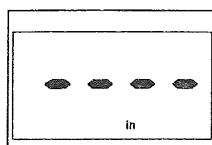

図 2-22
- ダッシュ (----) が表示されます。(図 2-22)